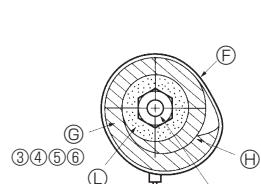
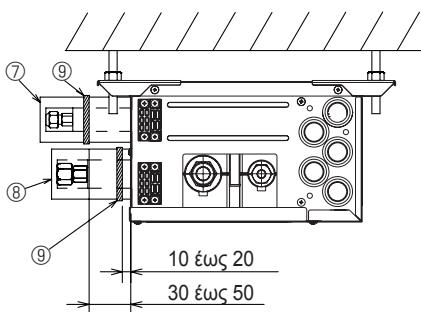

Fig. 7-3
Fig. 7-4
(3) Συνδέστε αμέσως τις σωληνώσεις ψυκτικού. Να σφίγγετε πάντα τα περικόχλια εκχείλωσης με την ενδεδειγμένη ροπή σύσφιξης σύμφωνα με τον παρακάτω πίνακα χρησιμοποιώντας δυναμόκλειδο και οπιτό κλειδί.
(4) Πλέστε με δύναμη τα καλύμματα ③ και ⑤ του σωλήνα υγρού στη μονάδα και τυλίξτε τα για να μην βγουν από τη θέση τους. (Fig. 7-3)
(5) Πλέστε με δύναμη τα καλύμματα ④ και ⑥ του σωλήνα αερίου στη μονάδα και τυλίξτε τα για να μην βγουν από τη θέση τους. (Fig. 7-3)
(6) Τοποθετήστε τις παρεχόμενες στεφάνες ⑨ στα 10 - 20 mm περίπου από κάθε άκρο των καλυμμάτων των σωλήνων (③ ④ ⑤ ⑥).
(7) Αν δεν είναι συνδεδεμένη η εσωτερική μονάδα, τοποθετήστε τα παρεχόμενα καλύμματα σωλήνων (με καπάκια, ⑦ και ⑧) στις ενώσεις των σωληνώσεων ψυκτικού με το κουτί διακλάδωσης για να αποφύγετε τη συμπύκνωση νερού στους σωλήνες. (Fig. 7-4)
(8) Στερεώστε τα καλύμματα σωλήνων (⑦ ⑧) στη θέση τους με τις παρεχόμενες στεφάνες ⑩.
- ⑦ Στεφάνη στερέωσης ⑨
- ⑧ Καλύμματα σωλήνων ③ ④ ⑤ ⑥
- ⑨ Σφίξτε
- ⑩ Σωλήνωση ψυκτικού
- ⑪ Θερμομόνωση για τη σωλήνωση ψυκτικού
► Χρησιμοποιήστε τις ακόλουθες διαδικασίες για τα μέρη του κουτιού διακλάδωσης που δεν είναι συνδεδεμένα σε εσωτερική μονάδα. (Fig. 7-4)
- (1) Για να αποφύγετε τις διαρροές ψυκτικού, βεβαιωθείτε ότι τα περικόχλια εκχείλωσης βιδώνονται σύμφωνα με τις καθορισμένες ροπές σύσφιξης* στον Πίνακα 3.
- (2) Για να αποφευχθούν φαινόμενα συμπύκνωσης, εγκαταστήστε τα καλύμματα των σωληνώσεων ⑦ ⑧ και σφίξτε τα με τις παρεχόμενες ταινίες ⑨.